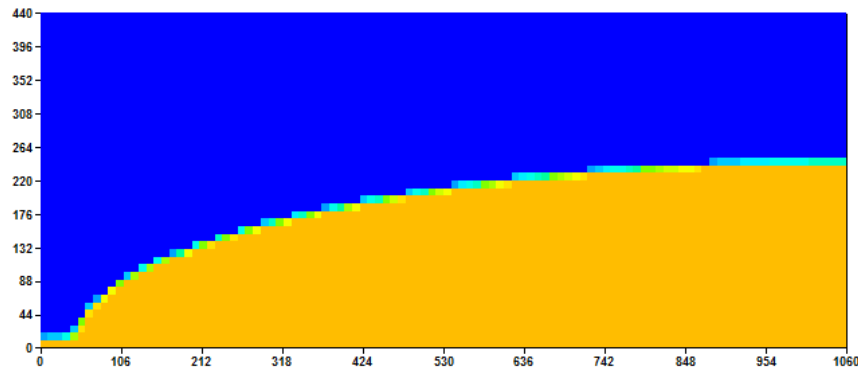

Figure 127 – Nappe libre 3D avec infiltration : vue en coupe verticale.
- Charge hydraulique imposée à 10 mètres dans le coin inférieur gauche (colonne n°1, ligne n°44). En pratique on impose la charge hydraulique sur les colonnes n°1 à n°7 (jusqu'à l'abscisse 70 m) de la ligne n°44, pour ne pas avoir de surface de suintement (Figure 127).
La Figure 127 montre la zone qui est saturée (en couleur orange). Toutes les mailles en bleu foncé sont dénoyées. La surface libre est la limite de saturation, donc l'interface entre la couleur orange et la couleur bleue.